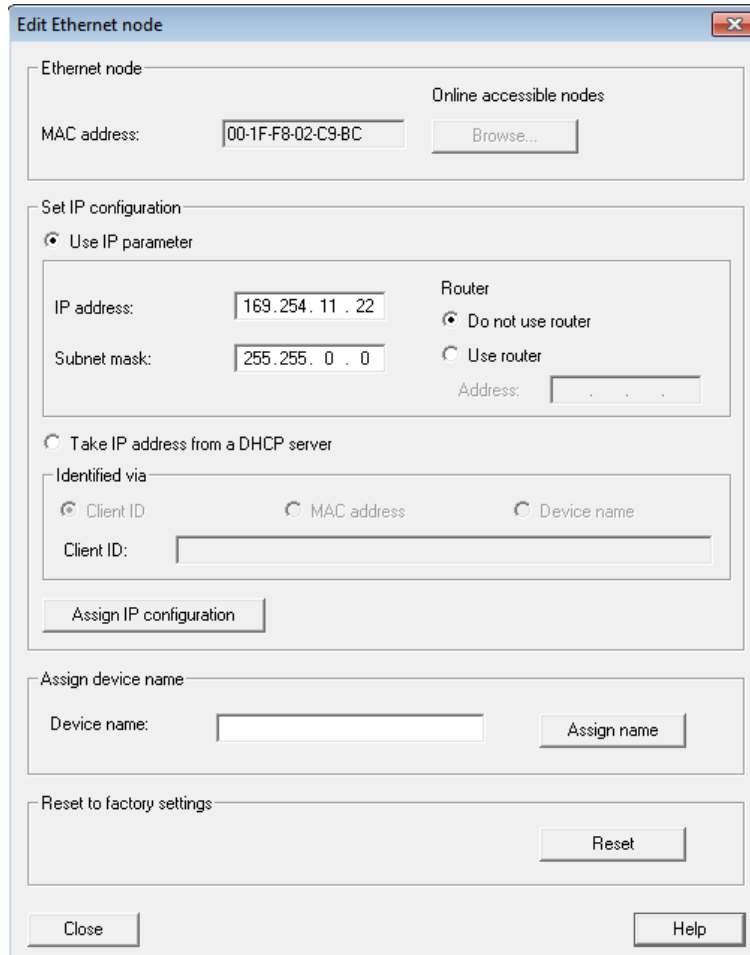

图 1-3 编辑以太网节点
点击扫描到的节点条目，点击鼠标右键，在弹出的菜单中选择“Edit Ethernet node...”出现图 1-3 画面。
- 从图 1-3 画面中可以查看设备的 Mac 地址